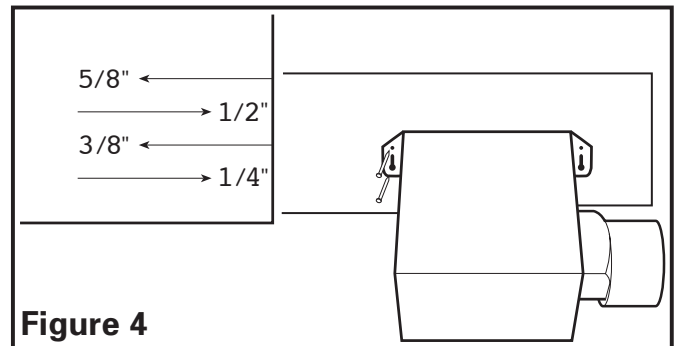
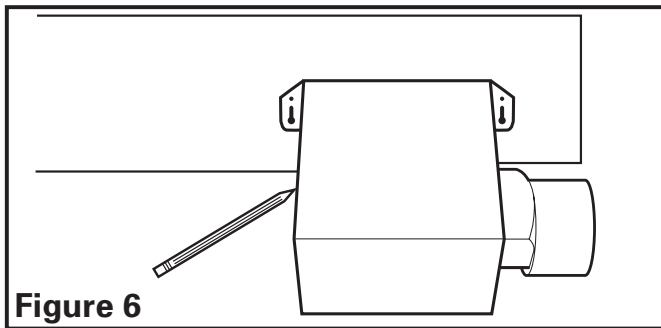

Figure 4
Figure 6
- Installation des Onglets de Montage:** à l'aide des guides sur le châssis du ventilateur, aligner le châssis pour qu'il soit à effleurement avec le plafond fini. Positionner le ventilateur pour que les onglets reposent à plat contre la solive et fixer en place à l'aide de quatre vis ou clous (non-compris) pour assurer une bonne installation (**Figure 4**).
- Installation des Onglets de montage:** positionner le châssis contre la solive et tracer un contour du châssis sur le matériau du plafond (**Figure 6**). Mettre le châssis de côté et découper l'ouverture, en prenant soin de ne pas couper de câble électrique dissimulé ou autre utilité. Placer le châssis près de la solive et vous assurer qu'il soit à effleurement avec le plafond fini. Fixer avec quatre (4) clous (non-compris) pour assurer une installation adéquate (**Figure 4**).